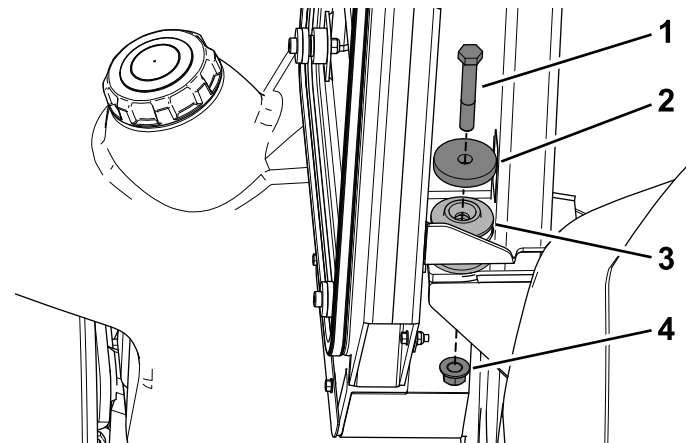

図 27
- ボルト1/2 x 3-1/4 インチ、ワッシャ直径2-1/4 インチ、ロックナット1/2 インチを使って、キャブを後マウントに固定する 図 27。